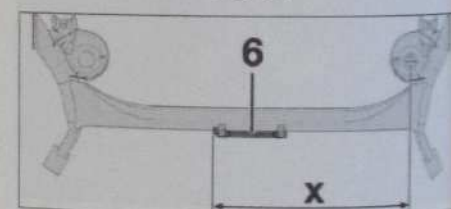

Fig. 60
- Positionner l'amortisseur de vibrations (6) suivant la cote X = 635 mm (Fig.60).